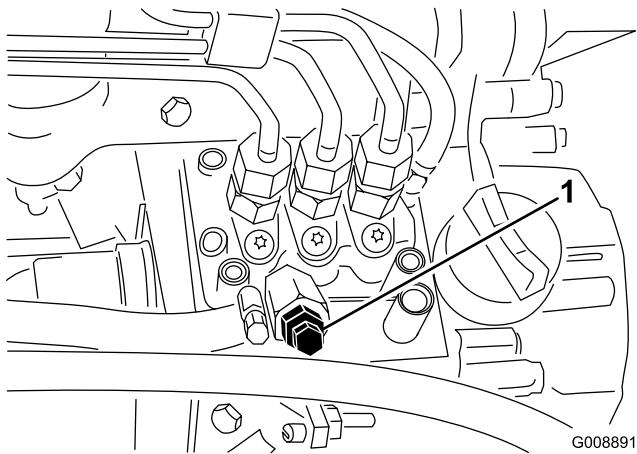

図 34
3. 燃料噴射ポンプについているエア抜きネジ（図 34）をゆるめる。